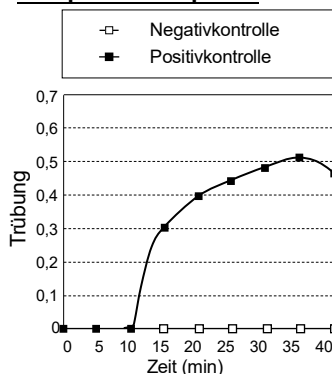

Abb. 1: Amplifikationsplots für Kontrollen
- (1) Real-Time Turbidimeter HumaTurb C+A für den Nachweis mit diesem Produkt konfigurieren.
- (2) Prüfen, ob die angezeigte Temperatur 67,0 °C erreicht (Turbidimeter sollte vor Gebrauch 20 Minuten vorgeheizt werden).
- (3) Reaktionsgefäße einsetzen und Messung starten.
- (4) Turbidimeter-Anzeige auf einen Trübungsanstieg der Positiv- und Negativkontrollen prüfen. Steigt die Trübung in der Positivkontrolle an, in der Negativkontrolle jedoch nicht, läuft die Amplifikationsreaktion korrekt ab (Abb. 1). Bei anderen Bedingungen verläuft die Amplifikationsreaktion möglicherweise nicht ordnungsgemäß. In einem solchen Fall sind die betroffenen Proben erneut zu testen.
- (5) Fertigstellung der Polymerase-Inaktivierung bestätigen (wird vom
Nachdem bestätigt wurde, dass die Trübung in der Positivkontrolle zunimmt, in der Negativkontrolle jedoch nicht, sind die Proben nach den folgenden Kriterien (Abb. 1 und 2) zu bewerten.